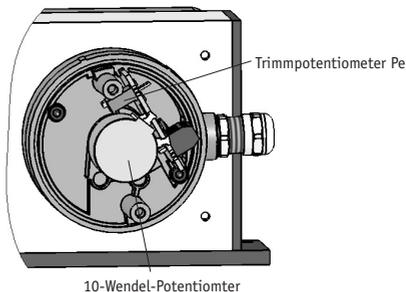

Abb. 16: Einstellen des Trimpotentiometers
**Mit dem Trimpotentiometer Pe (siehe Abb. 16) kann der Endwert an die tatsächliche Endstellung der Anwendung angepaßt werden:**